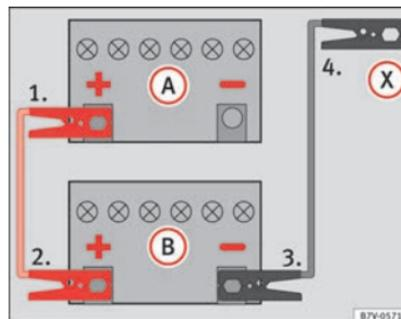

Abb. 219 Anschlussschema für Fahrzeuge ohne Start-Stopp-System.
2. Klemmen Sie ein Ende des *roten* Starthilfekabels an den Pluspol (+) des Fahrzeugs mit der entladenen Fahrzeugbatterie (A) an ⇒ Abb. 219.
3. Klemmen Sie das andere Ende des *roten* Starthilfekabels an den Pluspol (+) des stromgebenden Fahrzeugs (B) an.
4. **Bei Fahrzeugen ohne Start-Stopp-Betrieb:** Klemmen Sie ein Ende des *schwarzen* Starthilfekabels an den Minuspol (-) des stromgebenden Fahrzeugs (B) ⇒ Abb. 219.